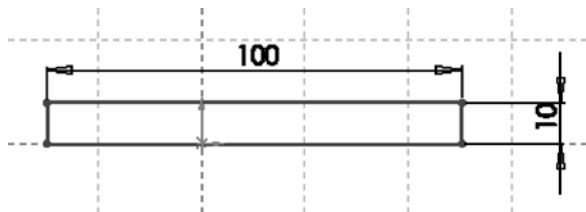

图 7-119 绘制矩形草图
1) 创建一个新的文件, 在操作界面左侧的“FeatureManager 设计树”中选择“前视基准面”作为绘图基准面, 然后单击“草图”工具栏中的“边角矩形”按钮, 绘制一个矩形, 如图 7-119 所示。